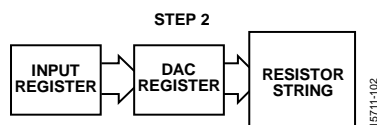

図 3. V_{OUTX} の更新、ステップ 2
2. 図 3 に示すように、デジタル・ブロックがコマンドを処理し、DAC レジスタを更新します。